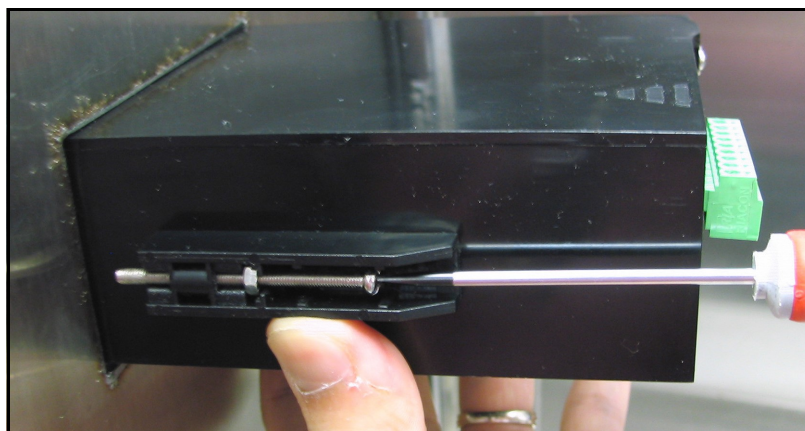

Figura 14: Fixar o Higrômetro de Canal Único ao painel
6. Use uma chave de fenda para estender os parafusos de suporte para a parte posterior do painel e fixe o higrômetro no corte de painel (veja Figura 14).